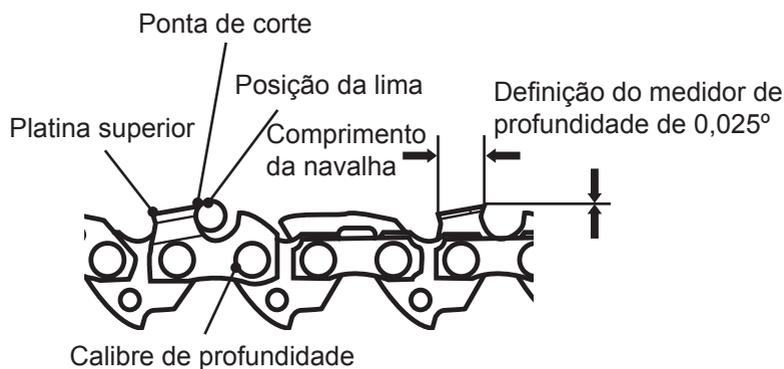

Fig. 43
9. Utilize um instrumento de medição de indicador de profundidade para verificar a altura do medidor de profundidade. A maior parte dos fabricantes de ferramentas de renome fornece bitolas de medição de calibre (Fig. 43).